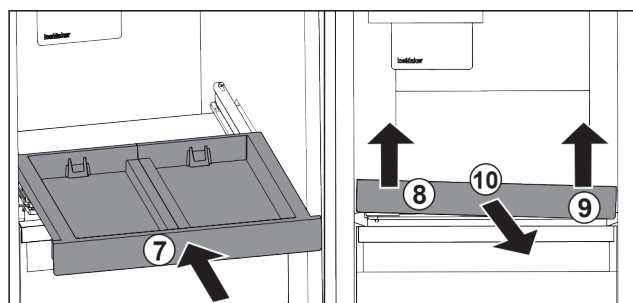

Fig. 20
- Вставьте выдвижную панель. Fig. 20 (7)
- Приподнимите выдвижную панель спереди слева. Fig. 20 (8)
- ▶ Приподнимите выдвижную панель спереди справа. *Fig. 20 (9)*
- ▶ Извлеките выдвижную панель движением вперед. *Fig. 20 (10)*